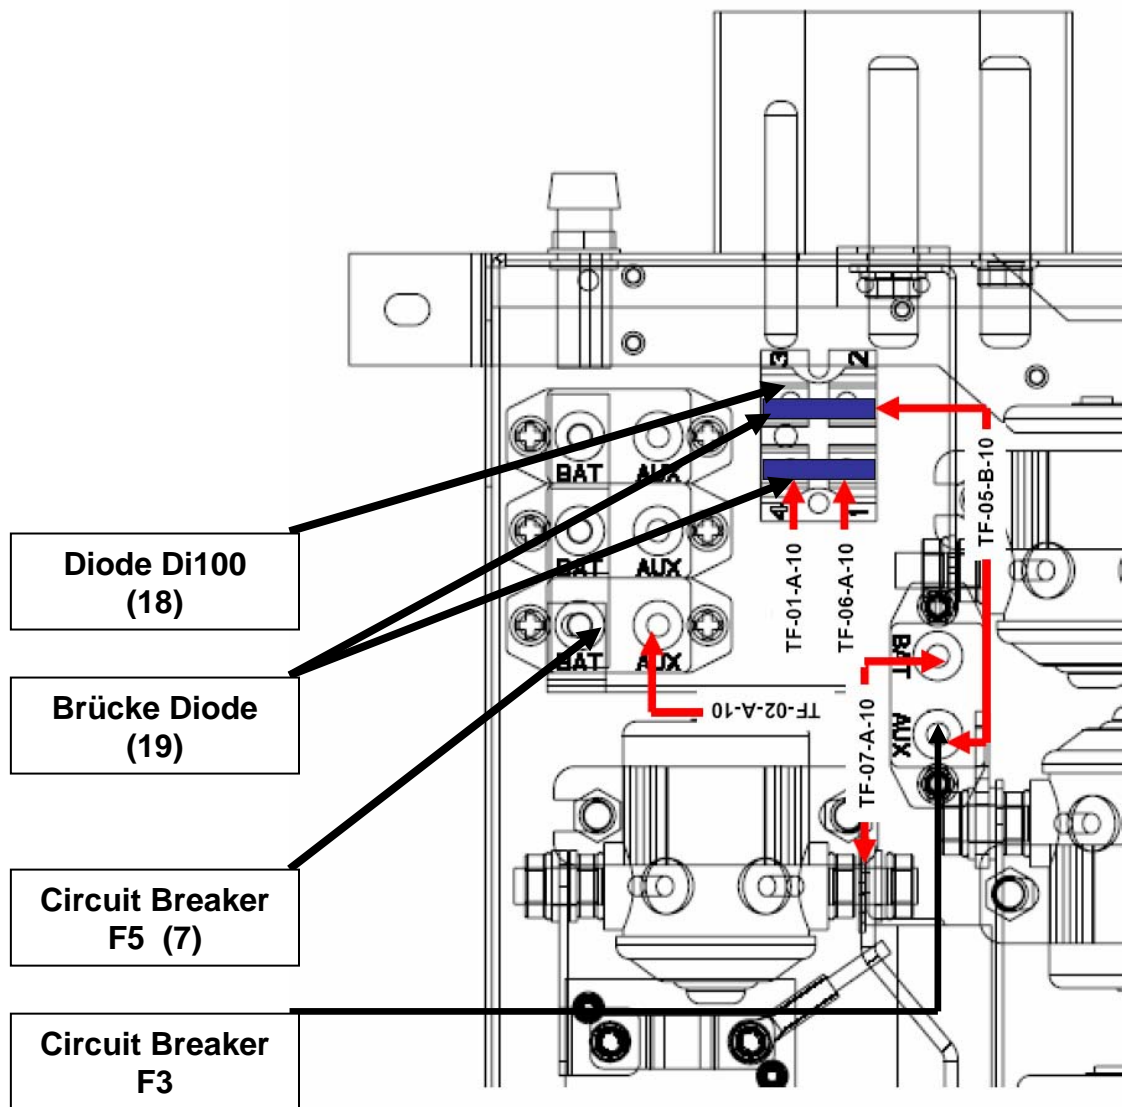

Bild 6 Power Junction Box, Cessna 172 R,S, modifiziert
7. Modifizierung der Power Junction Box (Siehe Bild 6) Cessna 172 R , S
- Neue Diode (18) unter dem External Power Stecker installieren.
- Diode mit zwei Schrauben (8), zwei Scheiben (9) und zwei Muttern (10) befestigen.
■ **ACHTUNG:** Scheiben (9) unter den Muttern (10) anbringen!
- Circuit Breaker F5 (7) oberhalb des Batterie Relais positionieren.
- Circuit Breaker mit zwei Schrauben (8), zwei Scheiben (9) und zwei Muttern (10) befestigen.